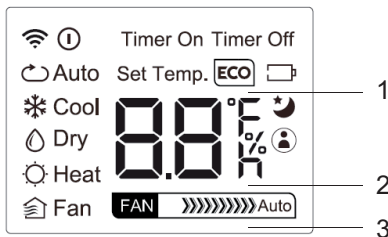

fig. 6 -
1. Praca praca "ECO" (część 1 "fig. 6 -") (na wyświetlaczu urządzenia wewnętrznego pojawia się komunikat "E--O" z pojawiającymi się po sobie literami, po których następuje wskazanie ustawionej temperatury)
2. Praca w trybie SLEEP (Sen) (poz. 2 "fig. 6 -")
3. Praca w trybie „FOLLOW ME” (Idź za mną) (poz. 3 "fig. 6 -")